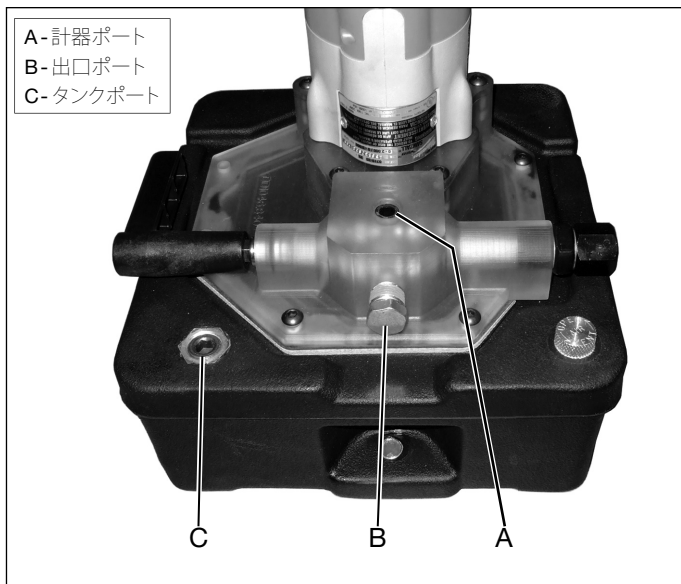

図3、ポートと接続
このポンプの用途は、単動油圧シリンダおよび装置との使用に限られています。以下の手順に従って、接続してください。ポートの位置(A)、(B)、(C)については、図3を参照してください。
1. ポート(A)および(B)から輸送用プラグを外します。部品の位置については、図3参照してください。